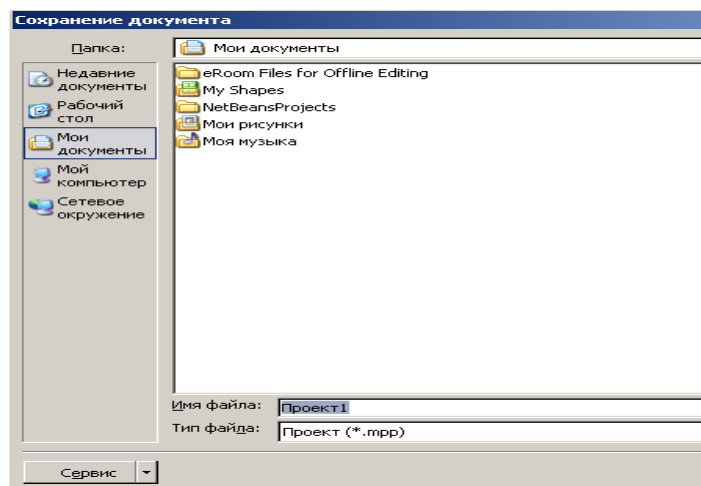

Рис. 2.9. – діалог «Сохранение документа»
- Натиснути кнопку  на панелі інструментів *Standard* (Стандартна). На екрані з'явиться діалог «Сохранение документа» (рис. 2.9.).